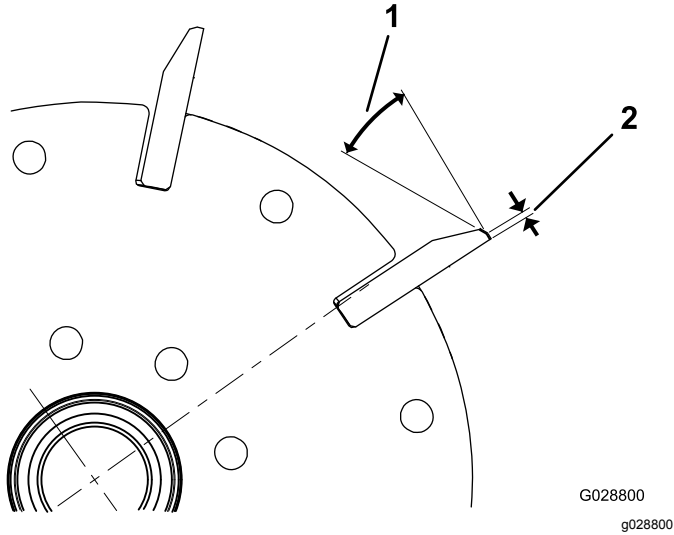
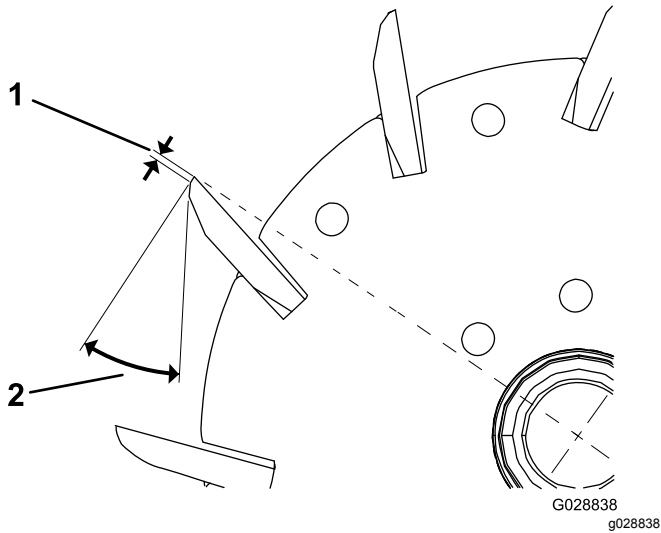

Figure 13
Figure 14
1. Créez un angle de dépouille de 30 degrés sur toutes les lames du cylindre jusqu'à obtention d'une facette de 1,3 mm de largeur (Figure 13 et Figure 14).